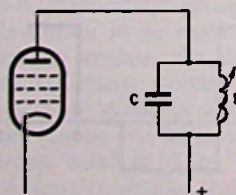

Fig.5
1. Een trillingskring is opgenomen in de anodeketen van een pentode (zie fig. 5). De pentode heeft een steilheid van 2 mA/V; de inwendige weerstand mag oneindig groot worden gesteld. De vaste capaciteit C (buiscondensator) is 200 pF.